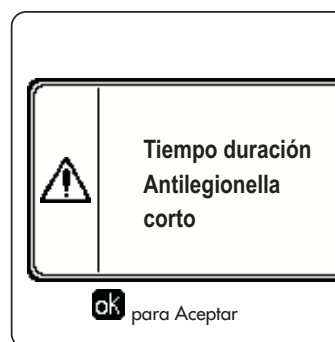

fig. 27- Mensaje Función Antilegionela no finalizada
- Si la **Función Antilegionela** no se ejecuta correctamente, en la pantalla se visualiza el mensaje indicado en fig. 27. Aunque se visualice este mensaje, la caldera sigue funcionando correctamente.